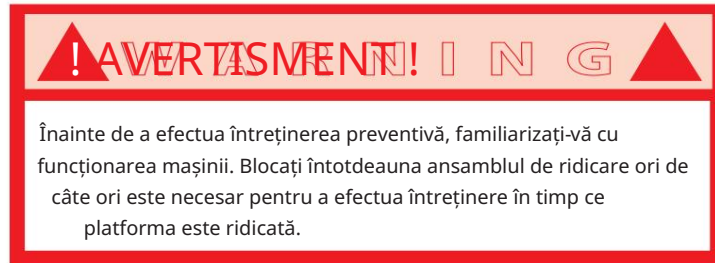

Figura 26 – Pârghii hidraulice
5. Folosind cei 2 cilindri hidraulici din partea dreaptă a șasiului (consultați Figura 26);